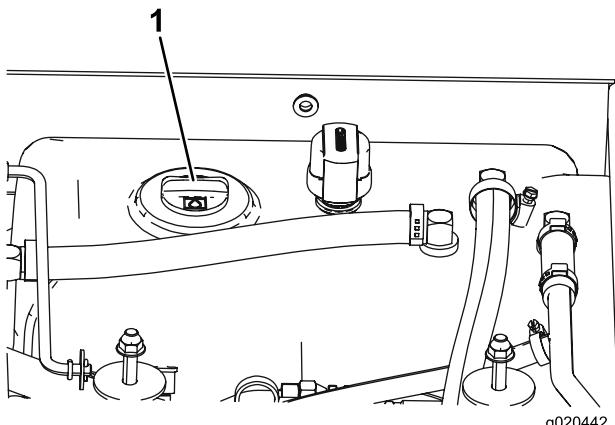

Figura 11
3. Limpie la zona alrededor del cuello de llenado y el tapón del depósito hidráulico (Figura 11). Retire el tapón del cuello de llenado.